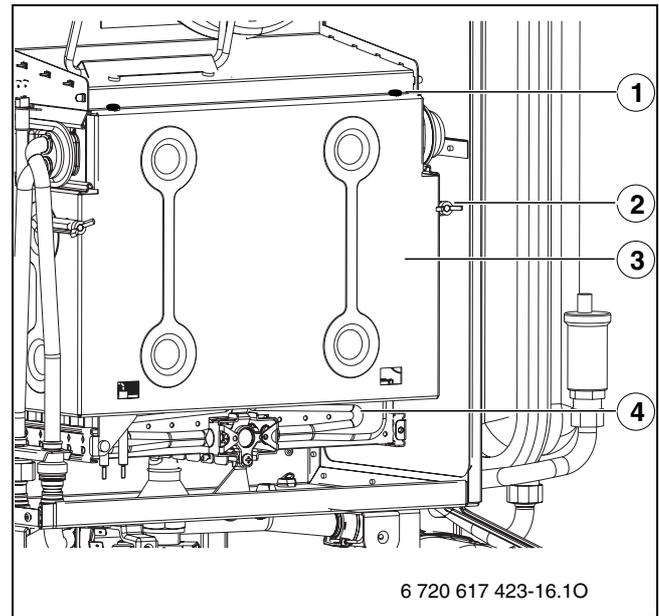

Fig. 46 Aprire il bruciatore
- ▶ Rimuovere la parete anteriore della camera di combustione e il bruciatore (→ fig 46).